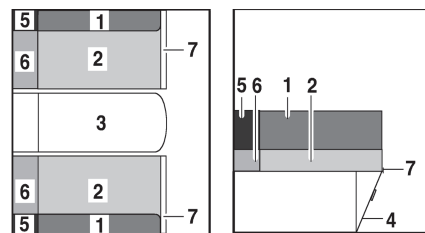

Fig. 96 Después de ampliar
- Abatir la prolongación del banco de asiento (Fig. 96,7) hacia arriba y colocar una cuña con la trampilla (Fig. 96,4).
- Sacar los cojines del respaldo (Fig. 96,1) y los cojines del asiento (Fig. 96,2) sobre la prolongación del banco de asiento.
- Colocar los cojines adicionales (Fig. 96,6) entre los cojines del asiento y la pared exterior.
- Colocar los cojines adicionales (Fig. 96,5) entre los cojines del respaldo y la pared exterior.